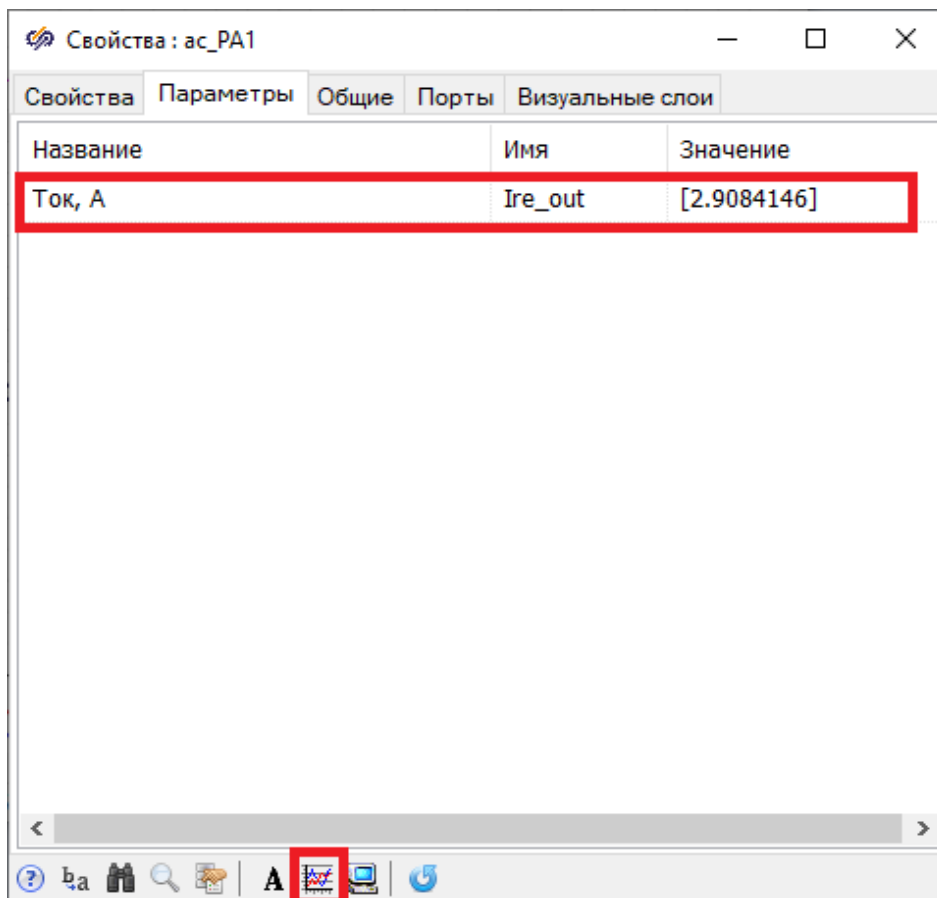

Рисунок 3.8.6. Окно **«Параметры»** для блока **«Амперметр идеальный»** с выбранным параметром Ire и кнопка **«Создать график»**.
- 4) На панели кнопок, расположенной в левой части окна, нажмите на кнопку **«Создать график»** (Рисунок 3.8.6).